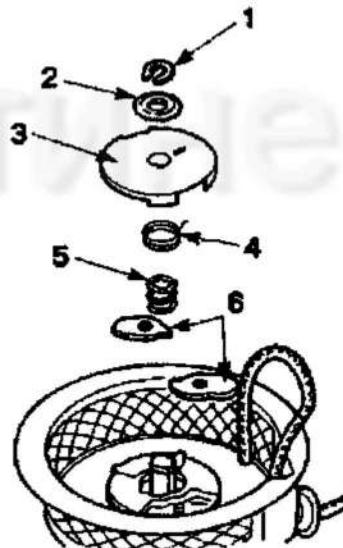
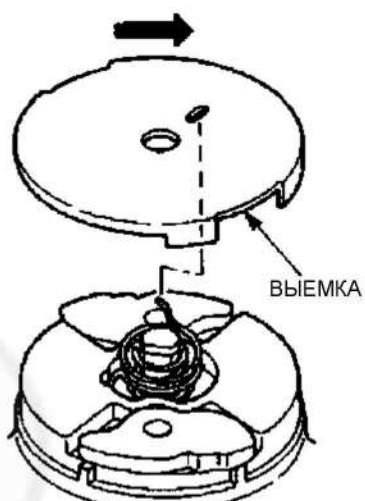

Рис. 80
Рис. 85
- (3) При разборке, снимать детали в порядке нумерации на Рис. 80.
(4) Сборку частей проводить в порядке, обратном показанному на Рис. 80. При установке фрикционной крышки в предназначенное для нее отверстие, немного приподнять возвратную пружину, как показано на рис. 85, чтобы фрикционная крышка легко села на место.